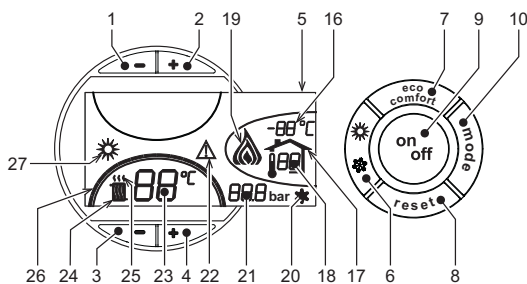
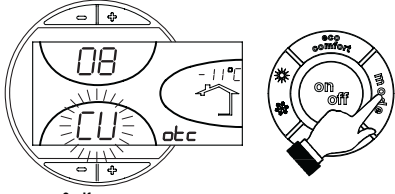
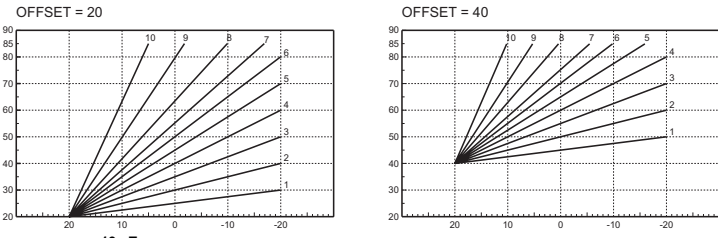

рис. 1 - Панель управления
рис. 9 - Кривая погодозависимого регулирования
рис. 12 - Пример параллельного смещения кривых погодозависимого регулирования
Нажмите клавишу **on/off** (поз. 9 - рис. 1) в течение 1 секунды.
Для повторного включения котла снова нажмите клавишу **on/off** (поз. 9 рис. 1) в течение 1 секунды.
- Нажмите кнопку ВКЛ/ВЫКЛ (9 - рис. 1)
Нажмите клавишу Лето/Зима (поз. 6 - рис. 1) на 1 секунду.
На дисплее высвечивается символ "Лето" (поз. 27 - рис. 1). При этом котел будет вырабатывать только воду для ГВС. Остается активной система защиты от замерзания.
Для выключения режима "Лето" вновь нажмите клавишу Лето/Зима (Поз. 6 - рис. 1) на 1 секунду.
Температура в системе отопления регулируется в пределах от 30 °C до 80 °C с помощью клавиш (поз. 3 и 4 - рис. 1); однако, не рекомендуется эксплуатировать котел при температуре ниже 45 °C.
Температура в системе ГВС регулируется в пределах от 10°C до 65°C с помощью клавиш (поз. 1 и 2 - рис. 1).
При наличии датчика температуры наружного воздуха (опция) на дисплее панели управления (поз. 5 - рис. 1) отображается измеряемая этим датчиком температура. При этом система управления котлом работает в режиме "Плавающая температура". В этом режиме температура воды, подаваемой в систему отопления, регулируется в зависимости от климатических условий внешней среды с тем, чтобы обеспечить максимальный комфорт и экономии энергетических ресурсов в течение всего года. Так, при повышении внешней температуры понижается температура подачи воды в систему отопления, что производится по определенной "кривой погодозависимого регулирования".
С переключением на режим "Плавающей температуры" показатель температуры, устанавливаемый клавишами (дет. 3 и 4 - рис. 1) соответствует максимальной температуре подачи воды в систему отопления. Рекомендуется задавать максимальное значение температуры с тем, чтобы позволить системе регулировать ее по всему рабочему диапазону.
При однократном нажатии клавиши Режим (поз. 10 - рис. 1) на дисплее высвечивается текущая кривая погодозависимого регулирования (рис. 9), которую можно изменить с помощью клавиш задания температуры воды ГВС (поз. 1 и 2 - рис. 1).
При нажатии клавиш регулировки температуры отопления (поз. 3 и 4 - рис. 1) получается доступ к функции параллельного изменения кривых (рис. 12), выполняемого с помощью клавиш регулировки температуры в контуре ГВС (поз. 1 и 2 - рис. 1).
При повторном нажатии клавиши Режим (поз. 10 - рис. 1) осуществляется выход из режима регулировки параллельных кривых.
Если к котлу подключено устройство дистанционного управления с таймером (опция), вышеописанные регулировки производятся в соответствии с указаниями, приведенными в таблица 1. При этом на дисплее пульта управления (поз. 5 - рис. 1) высвечивается температура в помещении, измеряемая устройством дистанционного управления.
Выбор режимов ECO/COMFORT	При выключении режима ГВС с пульта ДУ котел переходит в режим "Eco-pot". В этих условиях клавиша 7рис. 1 - на панели котла отключена. При включении режима ГВС с устройства ДУ с таймером котел устанавливается в режим Comfort. В этих условиях с помощью клавиши 7рис. 1 - на панели управления котла можно выбрать любой из этих двух режимов.